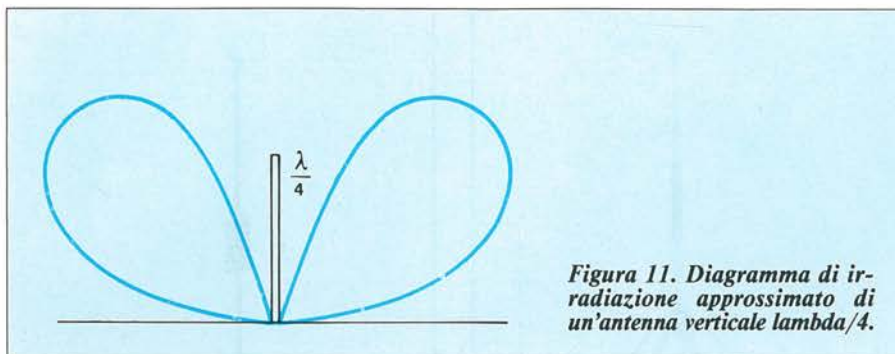

Figura 11. Diagramma di irradiazione approssimato di un'antenna verticale  $\lambda/4$ .
**Il radiatore  $\lambda/4$ .** La più semplice delle antenne è un radiatore di lunghezza  $\lambda/4$ , con il conduttore disposto verticalmente al di sopra di una superficie di massa formata da un’ampia piastra conduttrice. Quest’ultima condizione è necessaria perché il piano di massa possa funzionare come uno specchio, completando il dipolo con la sua metà inferiore di lunghezza  $\lambda/4$ , per effetto della riflessione. La Figura 9 illustra la costruzione pratica di una tale antenna, con i relativi diagrammi della corrente e della tensione. Lo stilo a quarto d’onda rappresenta un’ottima antenna, se fosse possibile rendere molto elevata la conduttività del terreno, ma questo compito può risultare difficile alle normali condizioni del suolo. A questo riguardo, si comporta meglio il tetto di un’autovettura (Figura 10). Per le autoradio, l’antenna è nella maggior parte dei casi uno stilo verticale di lunghezza  $\lambda/4$ , montato sul tetto. La Figura 11 mostra il diagramma di irradiazione verticale di uno stilo a quarto d’onda. Questo stilo ha una bassa impedenza al piede, compresa tra 36 e 40 ohm.